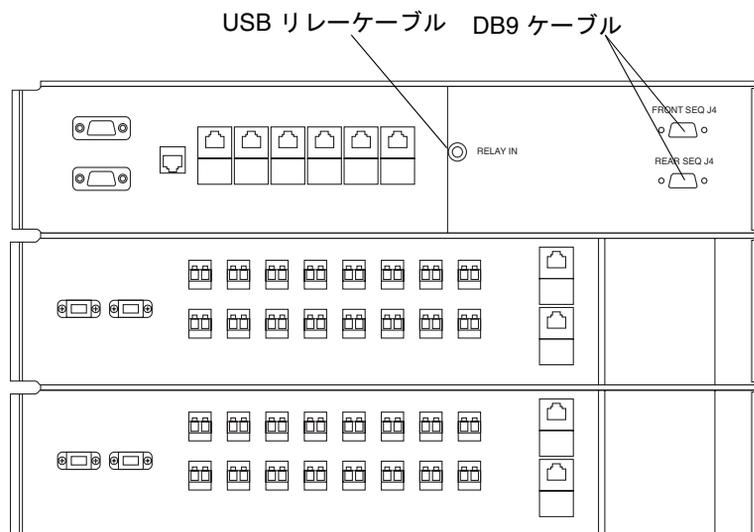

図 B-2 サービスパネル内側の正面および背面電源シーケンサの接続 (ベースキャビネット)
- サービスパネル背面のリレーパネル近くに緩く留められた 2 本の DB9 ケーブルがあることを確認します。「J14 to PP Front Seq J14 In」と記されたケーブルはサービスパネル背面の FRONT SEQ J14 に、「J14 to PP Rear Seq J14 In」と記されたケーブルは REAR SEQ J14 にそれぞれ接続します (図 B-2)。